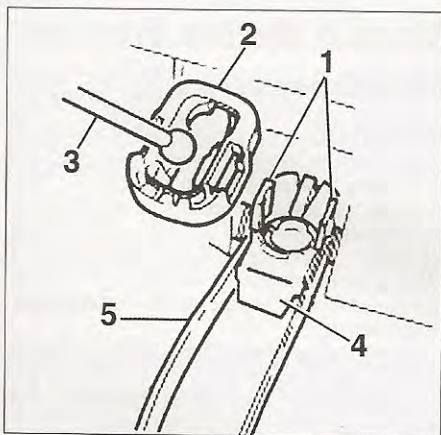

FIG. 13
- Actuar sobre los clips blancos (1) en ambos lados para desbloquear la grapa negra (2) de fijación de la varilla de mando (3) del servofreno del pedal de freno (5) (fig. 13).
- Retirar la grapa negra (2) del pedal de freno.
- colocar la cazoleta (4) sobre el pedal de freno (fig. 13).
- enclipsar la grapa negra (2) en la cazoleta.
- levantar el pedal de freno y colocar la varilla de mando (3) del servofreno sobre la grapa negra (2).